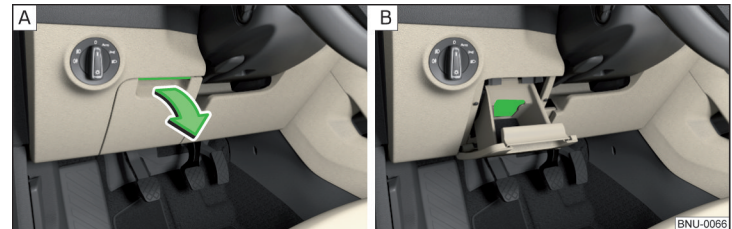

Abb. 101 Ablagefach öffnen / Kartenhalter
- Zum **Öffnen** den Griff anheben und das Fach aufklappen » Abb. 101 - [A].
Im Ablagefach befindet sich ein Kartenhalter » Abb. 101 - [B].